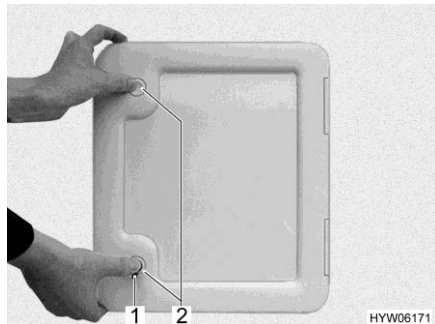

Bild 278 Lucka för latrintanken
- Öppna luckan till latrintanken på fordonets utsida. Stick för detta in nyckeln i låscylindern i trycklåset (Bild 278,1 eller Bild 279,1 eller Bild 280,1) och medurs vrid den ett kvarts varv.